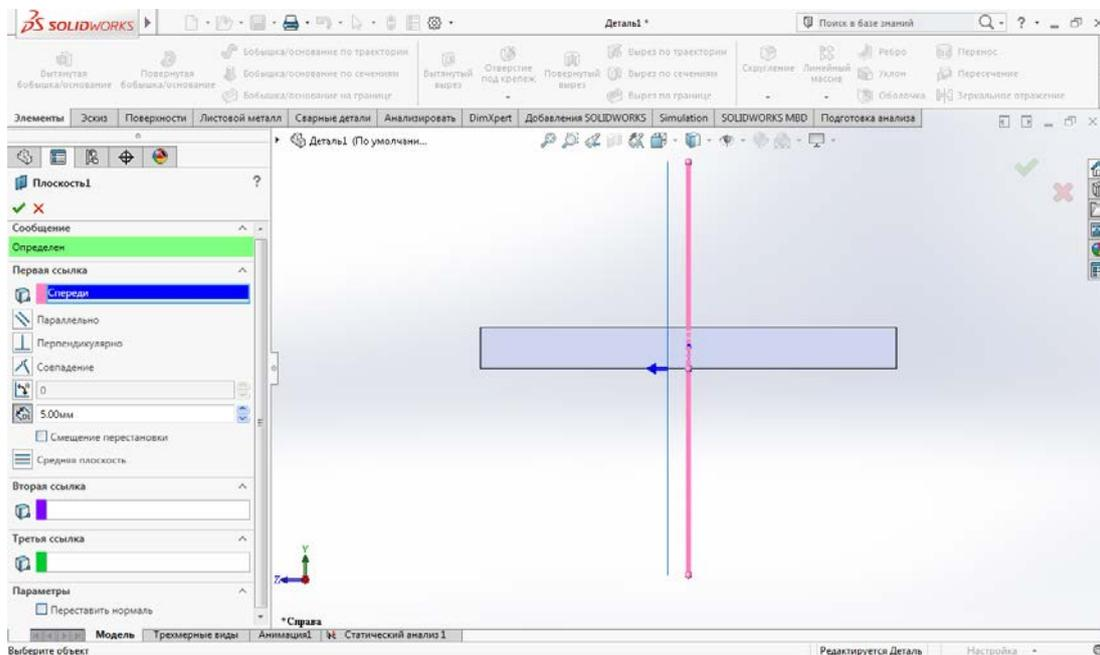

Рисунок 1.1 – Этап создания плоскости
- 6 Создать дополнительную плоскость на расстоянии  $5,0$  мм от плоскости «Спереди» (рисунок 1.1).